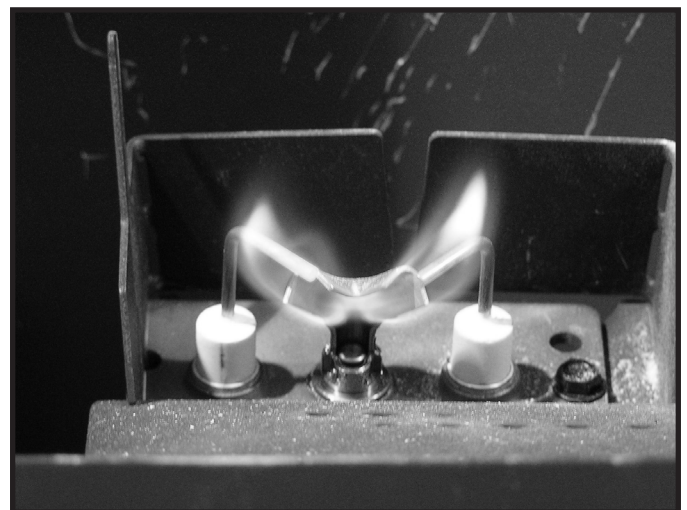

Figure 4.2 Modèle de flamme de la veilleuse IPI - Support de veilleuse générique montré
- Inspectez la qualité de la flamme de la veilleuse. Voir la figure 4.2 pour un modèle de flamme de la veilleuse. Nettoyez ou remplacez l'orifice si nécessaire.